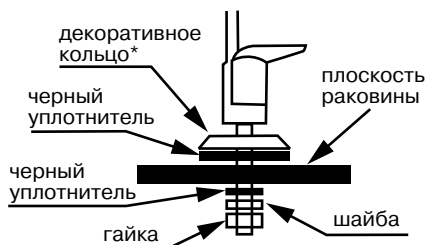

Рис. 4
Монтаж крана чистой воды\* производите согласно рис. 4. Мы рекомендуем не затягивать гайку крана до завершения монтажа и проверки работоспособности системы, чтобы была возможность убедиться в отсутствии подтекания воды в месте соединения корпуса крана и резьбовой трубки. В комплекте с краном чистой воды для герметизации соединения с трубкой может поставляться набор деталей для подключения, либо кран может иметь в своем составе быстроразъемный коннектор. На рис. 5а, б, в приведены способы подключения трубки к крану чистой воды.
2. Откройте кран подачи воды (B).
3. Откройте кран чистой воды (A).
5. Через 2-3 минуты закройте кран чистой воды (A). Система готова к эксплуатации.
7. Убедитесь в отсутствии протечки внизу корпуса крана чистой воды, затяните гайку крана (см. рис. 4).